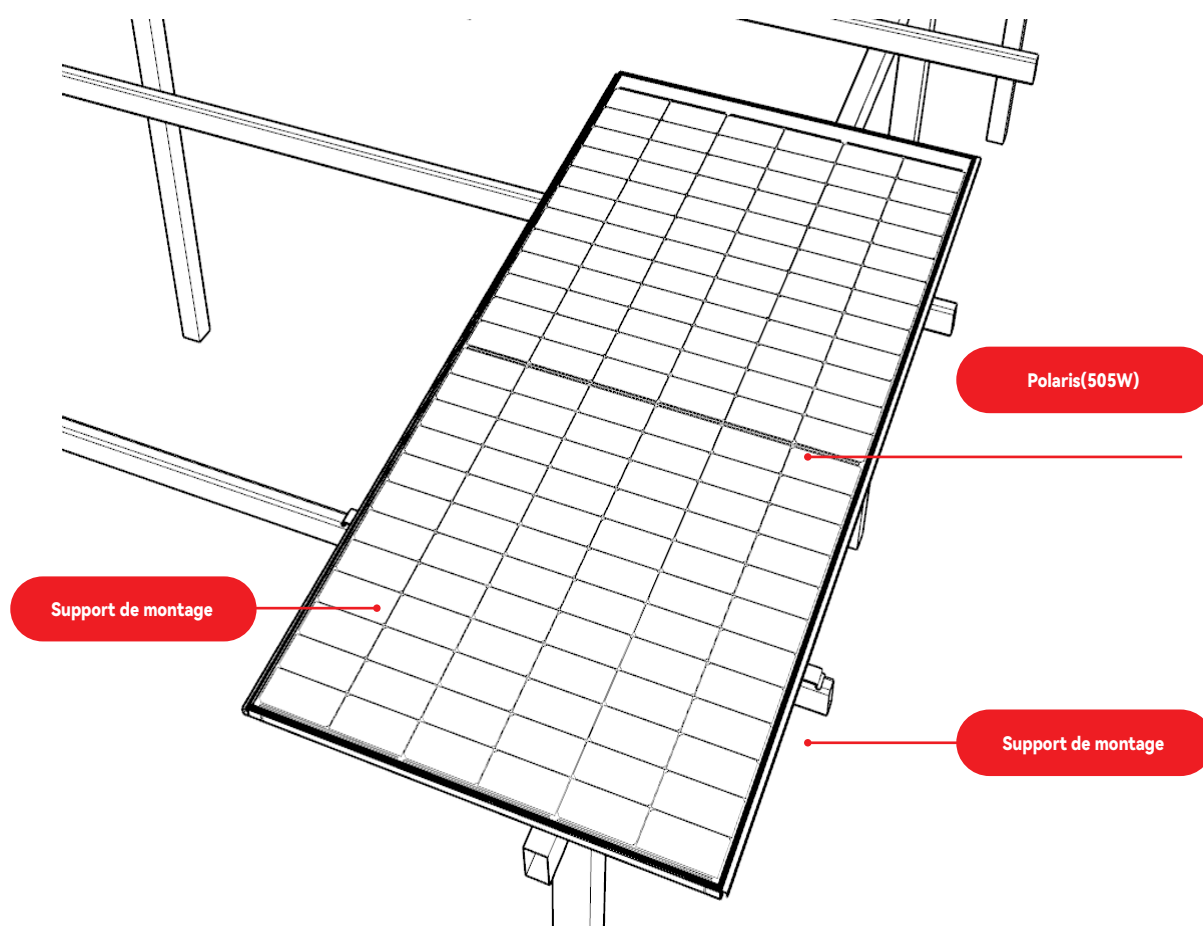

FIGURE 7
- ① Après avoir installé le support de montage sous le produit, installez le produit rangée par rangée, de bas en haut. Commencez par installer la rangée inférieure de produits, placez le produit sur le support de montage et fixez les cadres gauche et droit sur la moitié du support de montage (figure 7) ;
- ② Après avoir installé le produit sous le support de montage, installez le produit rangée par rangée de bas en haut. (Figure 7)